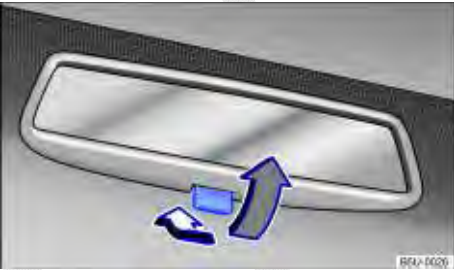

Fig. 73 No para-brisa: espelho retrovisor interno com antiofuscante manual.
- Posição noite: puxar a alavanca⇒ **Fig. 73** (seta cinza), para evitar o ofuscamento dos faróis dos veículos que trafegam atrás.